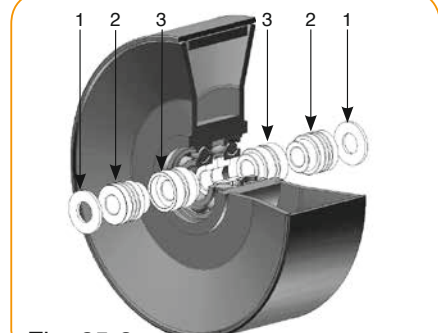

Fig. 25-2
- Montage version A ou C : roue légère largeur 67mm (fig. 25-2).
- Version A or C assembly : light wheel 67mm wide (fig. 25-2)
- Montage versie A of C: licht wiel breedte 67 mm (fig. 25-2).
- Сборка версии А или С: 67 мм Свет ширина колеса 67mm. (рис.25-2).